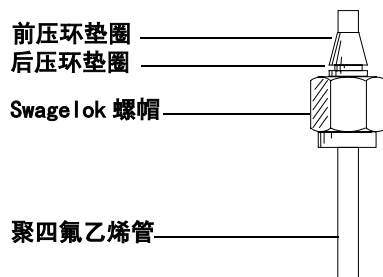

图 54 组装接头
- 1 在色谱柱上安装新的 Swagelok 螺帽和垫圈（图 54）。